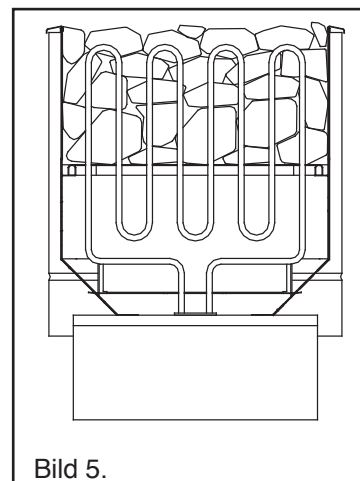

Bild 5.
- Stenarna ska täcka upphetningsmotstånden helt och hållet (bild 5).